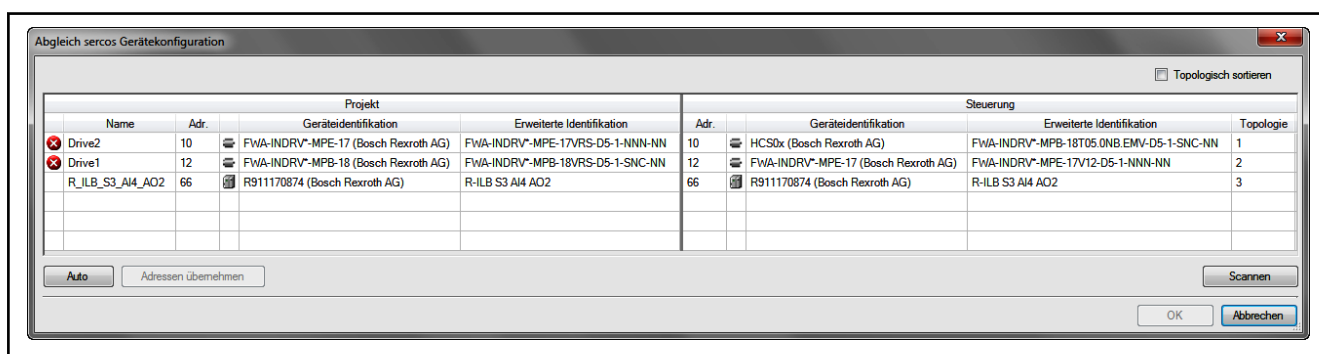

Abb. 7-8: Sercos Gerätekonfigurationsdialog nach Betätigen der Schaltfläche **Auto**
3. Betätigen Sie die Schaltfläche **Auto**. Dadurch versucht IndraWorks, die Aktivierung der projektierten Geräte an die tatsächlich gefundenen Geräte anzupassen, um einen größtmöglichen Grad der Übereinstimmung zu erreichen (siehe Abb. 7-8 "Sercos Gerätekonfigurationsdialog nach Betätigen der Schaltfläche **Auto**" auf Seite 553).